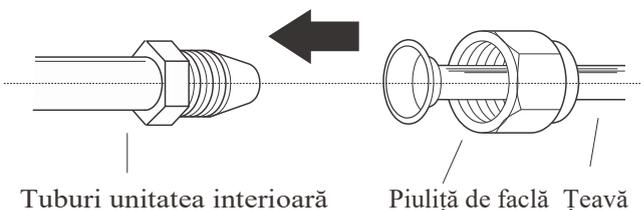

Fig. 5.7
1. Aliniați centrul celor două conducte pe care le veți conecta. Vezi Fig. 5.7 .